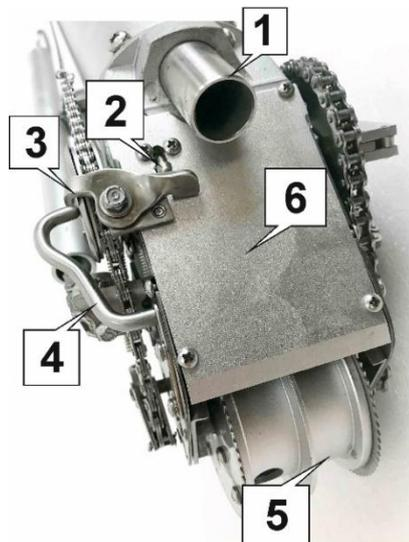
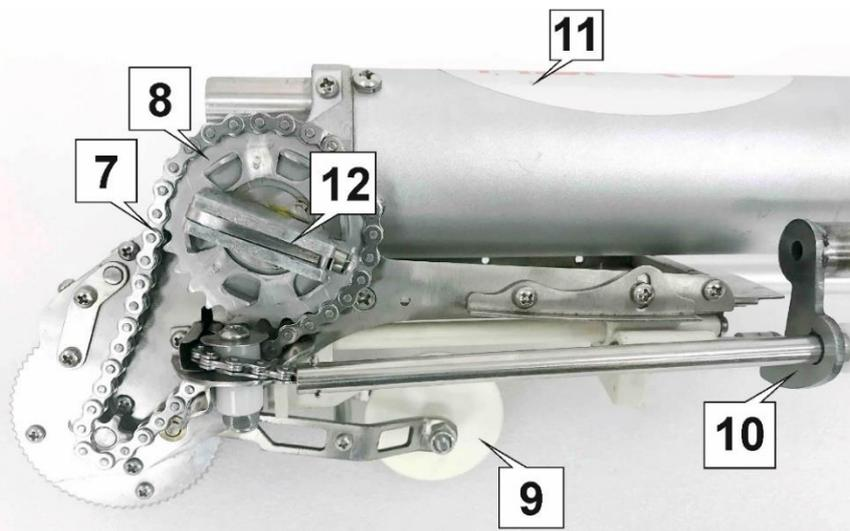
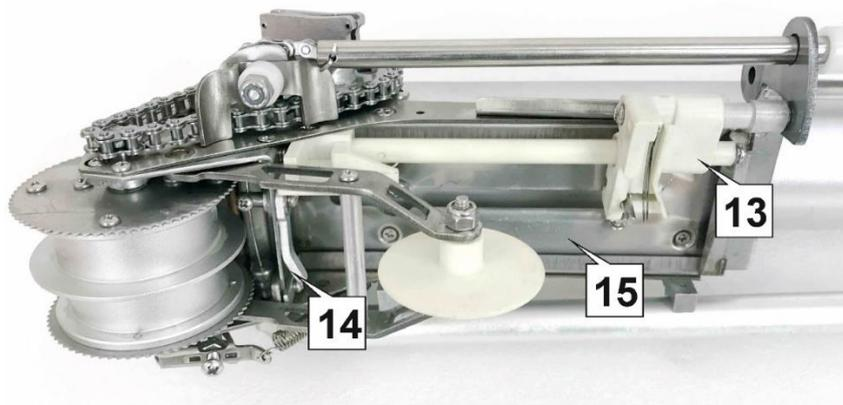
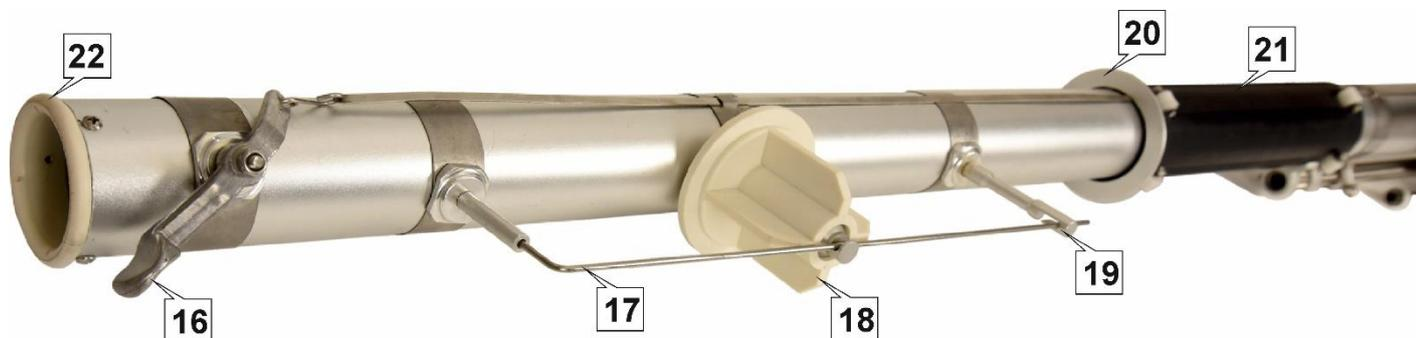

Рисунок 1
Рисунок 2
Рисунок 3
Рисунок 4
Установите ленту, сняв поручень для ленты (поз.17 Рис.4) и поместив рулон ленты на шпиндель (поз.18 Рис.4). Установите поручень на место. Лента разматывается по часовой стрелке. Подайте ленту через держатель поручня ленты (поз.19 Рис.4) с обратной стороны. Проденьте ленту через направляющую ленты (поз.15 Рис.3).
Поднимите управляющую трубу (поз.21 Рис.4) в верхнее положение (по направлению к основному колесу (поз.5 Рис.1), тем самым подняв лентопротяжный механизм (поз.13 Рис.3), игла лентопротяжного механизма, поднимется и даст возможность подать ленту к основному колесу.
При опускании управляющей трубы (поз.21 Рис.4) в нижнее положение* одновременно с ним опускается и лентопротяжный механизм (поз.13 Рис.3). Одновременно с последующим переводом управляющей трубы в верхнее положение, игла лентопротяжного механизма зацепит ленту и протянет ее по направляющей (поз.15 Рис.3) под основное колесо (поз.5 Рис.1).
**перемещение управляющей трубы в нижнее положение для смещения лентопротяжного механизма (поз.13 Рис.3) происходит свободно, без приложения усилия. Дальнейшее перемещение управляющей трубы (поз.21 Рис.4) ниже, применяется для отрезки ленты и может быть осуществлено только с приложением усилия, достаточного для преодоления сопротивления пружины резца.*
Заполните автоматический тейпер шпатлевкой с помощью насоса и адаптера «гусиная шея» (см. раздел «Насос загрузочный»). Убедитесь, что задвижка (поз.4 Рис.1) находится в закрытом положении, т.е. предотвращает выход шпатлевки при заполнении корпуса (поз.11 Рис.2) через горловину для заполнения Тейпера (поз.1 Рис.1)
Установите автоматический тейпер в адаптер "гусиная шея". Нажимайте на ручку насоса для того чтобы заполнить тейпер шпатлевкой. Следите за тем, чтобы в ведре было достаточное количество шпатлевки, в противном случае возможно попадание воздуха в насос. Чтобы избежать переполнения тейпера, поместите пальцы в открытый конец корпуса (поз.22 Рис.4) во время заполнения. Прекратите заполнение, когда поршень (перемещается внутри корпуса) достигнет ваших пальцев.
После загрузки автоматического тейпера, поверните задвижку (поз.4 Рис.1) в рабочее положение для включения приводного механизма.
Убедитесь, что кулак расцепления (поз.3 Рис.1) установил поршень расцепления (поз.2 Рис.1) в необходимое положение, т.е. поршень максимально придвинут к поверхности крышки (поз.6 Рис.1).
Автоматический тейпер должен удерживаться одной рукой за управляющую трубу(поз.21 Рис.4), а другой рукой за нижнюю часть корпуса (поз.22 Рис.4).
Отрезка ленты производится, за 70-100 мм. до необходимого конечного положения. Для этого, полностью остановитесь на указанном расстоянии и потяните управляющую трубу (поз.21 Рис.4) вниз с приложением усилия для преодоления натяга пружины резца. Затем проведите тейпер.
Чтобы установить следующий отрезок ленты, слегка прижмите основное колесо (поз.5 Рис.1) к поверхности и проведите тейпер, тем самым приводя в движение поршень и вытесняя шпатлевку. Одновременно продвигайте новый конец ленты с помощью управляющей трубы.
Для установки ленты на потолках используйте оба зубчатых диска основного колеса (поз.5 Рис.1) на протяжении 100-150 мм ленты, чтобы закрепить ее на потолке, затем наклоните автоматический тейпер под небольшим углом, оставив только один зубчатый диск на поверхности гипсокартона, затем проводите диск по поверхности потолка с одновременным прижатием ленты загибочным колесом (поз.9 Рис.2) . Для того, чтобы задействовать загибочное колесо, нажимайте на рычаг управления загибочного колеса (поз.16 Рис.4). Не применяйте чрезмерного давления на рычаг управления загибочного колеса, в противном случае, лента может тянуться вслед за движением тейпера по поверхности.
Поместите цилиндр насоса в емкость с готовой шпатлевкой. Отстегните защелки, приподнимите корпус насоса и залейте небольшое количество воды в цилиндр. Установите корпус на место и застегните защелки. Наступив ногой на площадку насоса (Рис.9), поднимите и опустите рычаг несколько раз, до тех пор, пока из штуцера адаптера не начнет выходить шпатлевка, затем остановитесь. Удалите излишки шпатлевки с поверхности штуцера и установите горловину заполнения тейпера (поз.1 Рис.1) в штуцер адаптера. Прижмите тейпер к ограничительным крюкам адаптера. (Рис.10).
Чтобы избежать переполнения тейпера, поместите пальцы в открытый конец трубки во время заполнения (поз.22 Рис.1). Заполнение прекращается, когда поршень достигнет ваших пальцев. Продолжая удерживать тейпер одной рукой, начните нажимать на рычаг насоса. В процессе заполнения корпуса тейпера шпатлевкой, ручка фиксации приводного механизма (поз.12 Рис.1) будет вращаться, но основное колесо (поз.5 Рис.1) должно оставаться неподвижным.
Особое внимание уделите очистки механизмам тейпера. Для эффективной очистки, снимите защитную крышку (поз.6 рис.1), для этого открутите винты, находящиеся на крышке и потяните крышку вверх.
Застывшая шпатлевка в горловине заполнения (поз.1 Рис.1)	Размочите водой и аккуратно очистите. Не повредите клапан внутри горловины
Задвижка (поз.4 Рис.1) не установлена в положение заполнения или установлена не до конца.	Установите в должное положение заполнения.
Направляющая ленты (поз.15 Рис.1) заблокирована застывшим материалом или оторвавшимся куском ленты	Очистите.
Управляющая труба (поз.21 Рис.4) не дотянута до конечного положения	Потяните контролируемую трубку до крайнего положения до ее полной остановки.